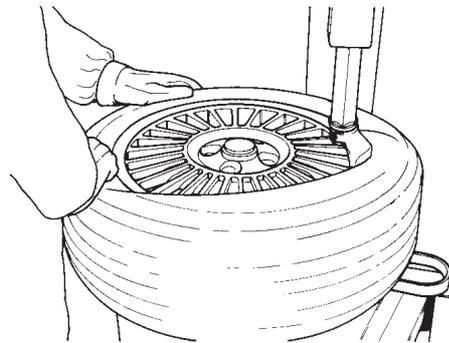

Fig. 4.1-6
G. Faire tourner l'autocentreur dans le sens des aiguilles d'une montre (pédale pressé), et en même temps, appuyer sur le flanc du pneu pour maintenir le talon dans le creux (Fig. 4.1-6).